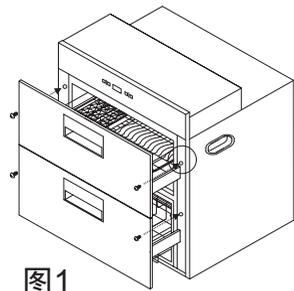

图1
- ❑ 按图1所示打开消毒的柜门。用螺丝刀、扳手等工具拆卸左右两侧的四套运输螺丝钉和螺母。